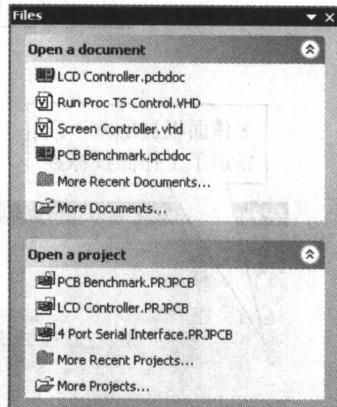

图 1-10 处于浮动显示方式的 Files 面板
- 浮动显示方式：此时工作面板以窗口形式显示，如图 1-10 所示。在这种显示方式时，用户可以通过单击工作面板右上角的 X 按钮关闭面板，单击工作面板标题栏并移动面板的位置。